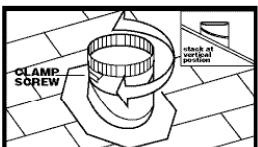

Figure 3 • Figura 3
**Adjust...** This adjustment must be made BEFORE anchoring base flashing to the roof. Loosen clamp screw. Place base unit flat on the roof and turn the upper adjustable stack section to a vertical position (**See Inset**). Depending on the roof pitch, the vertical seam may or may not align toward the bottom of the roof. In many cases it does not. Tighten clamp screws to fasten in position. **Figure 3**
**Ajustez...** Cet ajustement doit être effectué AVANT de fixer le solin de base au toit. Relâchez les visses de serrage. Placez l'unité de base à plat sur le toit et tournez la section supérieure d'empilement ajustable en position verticale (**Voir l'encastré**). Selon l'inclinaison du toit, le joint vertical s'alignera ou non en direction de la partie inférieure du toit. Dans bien des cas, il ne s'aligne pas. Resserrez les vis d'arrêt pour le fixer en place. **Figure 3**